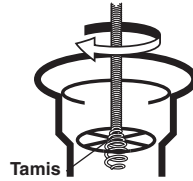

Figure 3
- Dans de nombreux cas, le câble peut être fauflilé à travers le tamis (Figure 3).